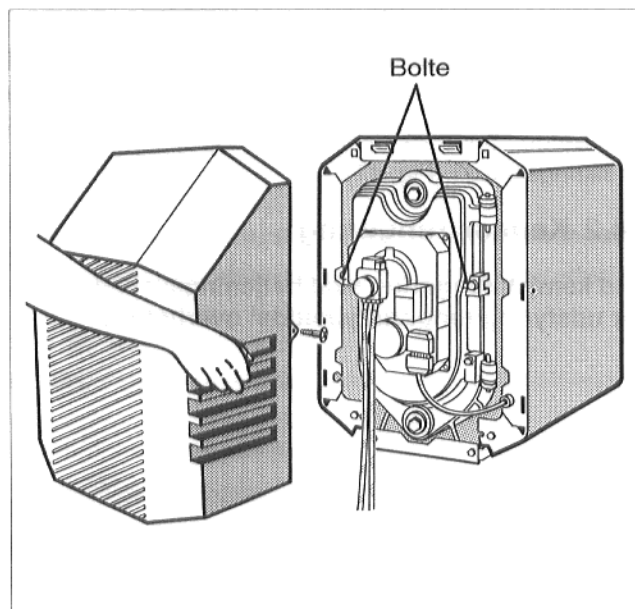

Fig. 38
- De to bolte til venstre og til højre på brænderlågen (Fig. 38) skrues ud og brænderlåge åbnes.
- Brænderlåge lukkes og skrues fast med de to bolte (Fig. 38). Skrueerne skal strammes ens til.